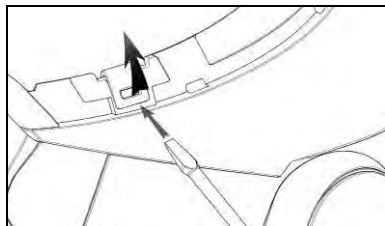

Fig. 28
- Koppel de rechter clip los van de kap met behulp van een platte schroevendraaier (of soortgelijk) zoals wordt aangeduid in Fig. 28.